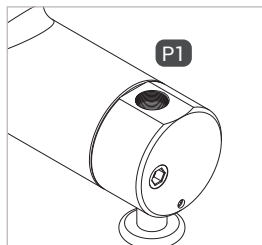
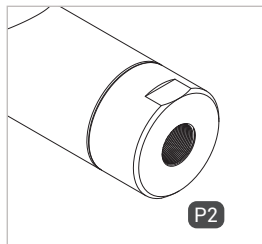

Abbildung 2
Abbildung 3
- ▶ Verschrauben Sie den Steuerdruckanschluss „P1“ (Abbildung 2) bzw. „P2“ (Abbildung 3) druckdicht mit dem Anschluss der Steuerdruckleitung. Anzugsdrehmoment für das Gewinde im Unterteil siehe Tabelle Seite 51.